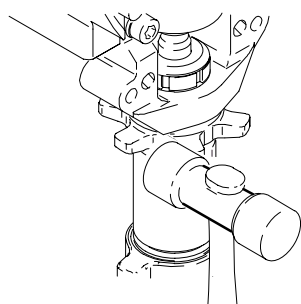

Рис. 19
4. См. Рис. 19. Ослабьте контргайку сильным ударом пластмассового молотка. Отвинтите насос.